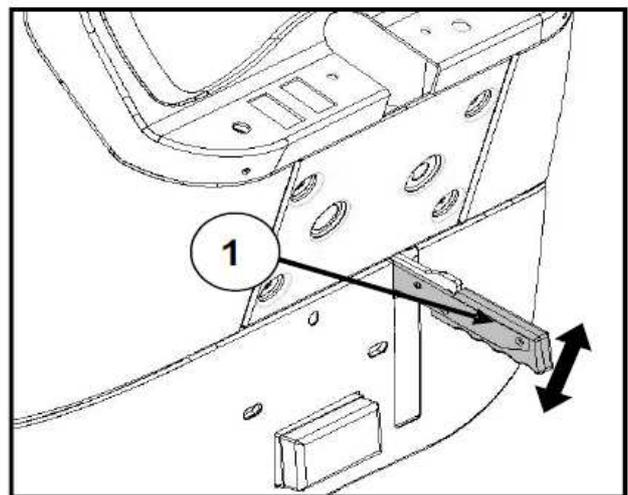

Fig. 4.10
**⚠ AVISO:** quando a TDF não está a ser usada, desengate a embraiagem levantando a alavanca da embraiagem (Fig. 4-10) o pedal da embraiagem e desengate a TDF com o respetivo comando.
**⚠ ATENÇÃO:** Use sempre a alavanca da embraiagem independente Fig.4-10 para engatar ou desengatar o comando da TDF.